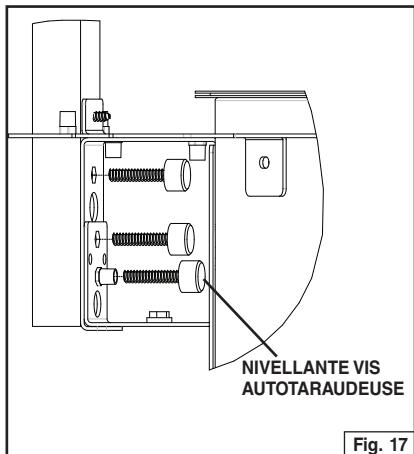

Fig. 17
11. Mettez les deux appareils à niveau avec la surface de la table de cuisson utilisant la vis autotaraudeuse nivelaute. Fig. 17.